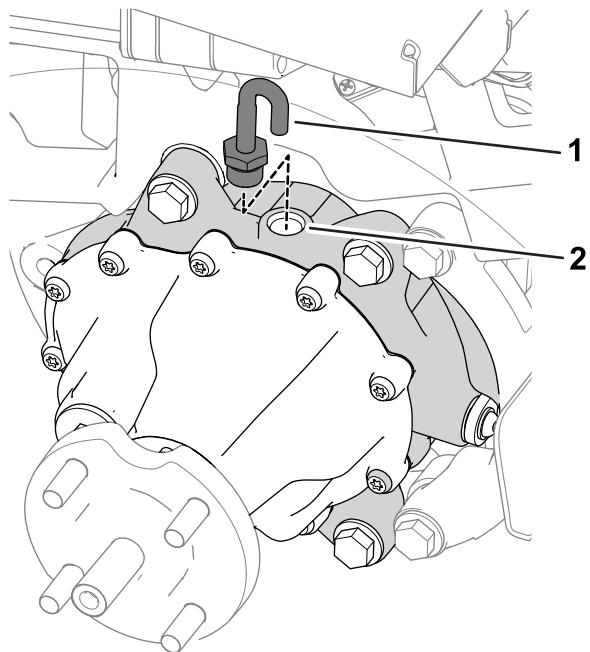

Figura 59
7. Retire o tubo de ventilação e união da parte de cima da caixa de velocidades (Figura 59).
9. Instale o tubo de ventilação e união na porta de enchimento (Figura 59).